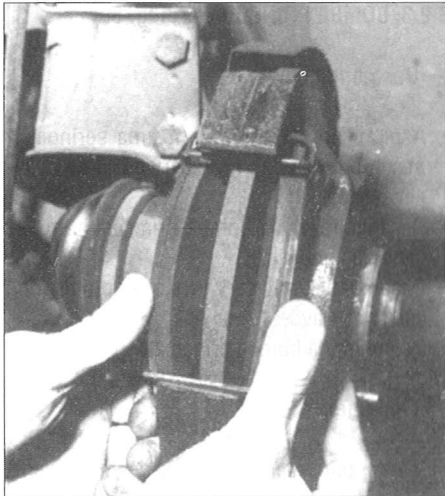

Fig. 80
- Montar as pastilhas no suporte da pinça (Fig. 80).